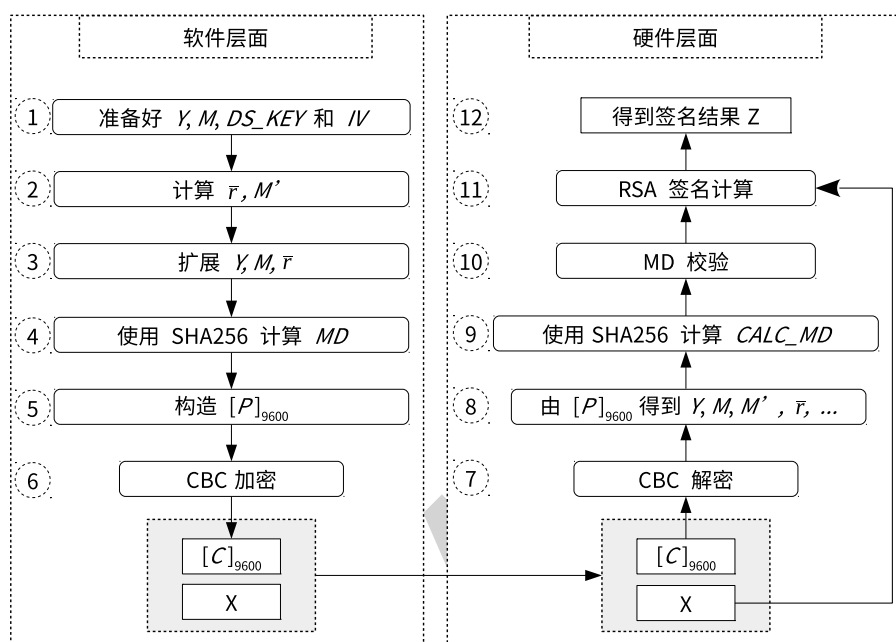

图 20-1. 软件准备工作与硬件工作流程
如果用户想使用 DS 模块进行数字签名，软件和硬件必须紧密配合才可以顺利完成，并且软件需要做一系列准备工作，如图 20-1 所示。图中左半边给出了在硬件开始 RSA 签名计算之前，软件需要做哪些准备工作。图中右半边展示了硬件在整个签名计算的过程中具体会做些什么。
- 对于多次签名计算，软件准备工作（图 20-1 左侧）只需要进行一次，但对于每一次签名计算，硬件运算（图 20-1 右侧）都需要重新进行。
用户需要依照图 20-1 指定的步骤来计算 C 。详细的过程描述如下：
1. 解析阶段, 即图 20-1 中的步骤 7 和步骤 8
解析过程是图 20-1 中步骤 6 的逆过程。DS 模块将调用 AES 硬件加速器以 CBC 块模式对输入的密文信息 C 进行解密, 获取明文信息。该过程可以表示为 $P = \text{AES-CBC-DEC}(C, DS_KEY, IV)$, 其中 IV 就是 $[IV]_{128}$, 由用户直接指定; $[DS_KEY]_{256}$ 由硬件 HMAC 提供, 由存储在 eFuse 中的 $HMAC_KEY$ 得到, 软件无法获取。
2. 校验阶段, 即图 20-1 中的步骤 9 和步骤 10
DS 模块会执行两种校验操作: MD 校验和填充 (padding) 校验。由于填充校验和 MD 校验同步进行, 因此填充校验不在图 20-1 中体现。
3. 计算阶段, 即图 20-1 中的步骤 11 和步骤 12